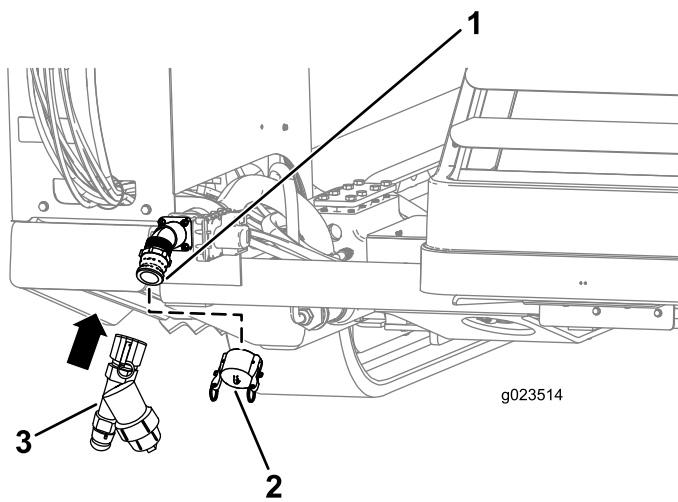

Рисунок 77
1. Снимите впускную крышку насоса (Рисунок 77).
2. Совместите Y-образный сетчатый фильтр с резьбой на насосе (Рисунок 77).